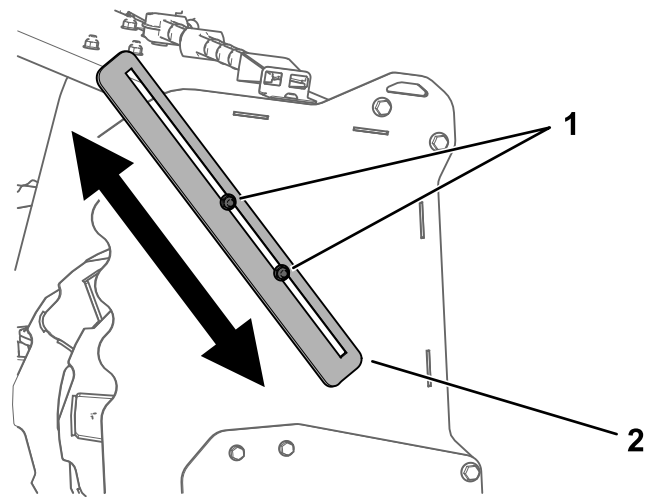

Figure 23
3. Desserrez les 2 écrous sur chacun des brise-congères afin de pouvoir régler ces derniers selon les besoins (Figure 23).